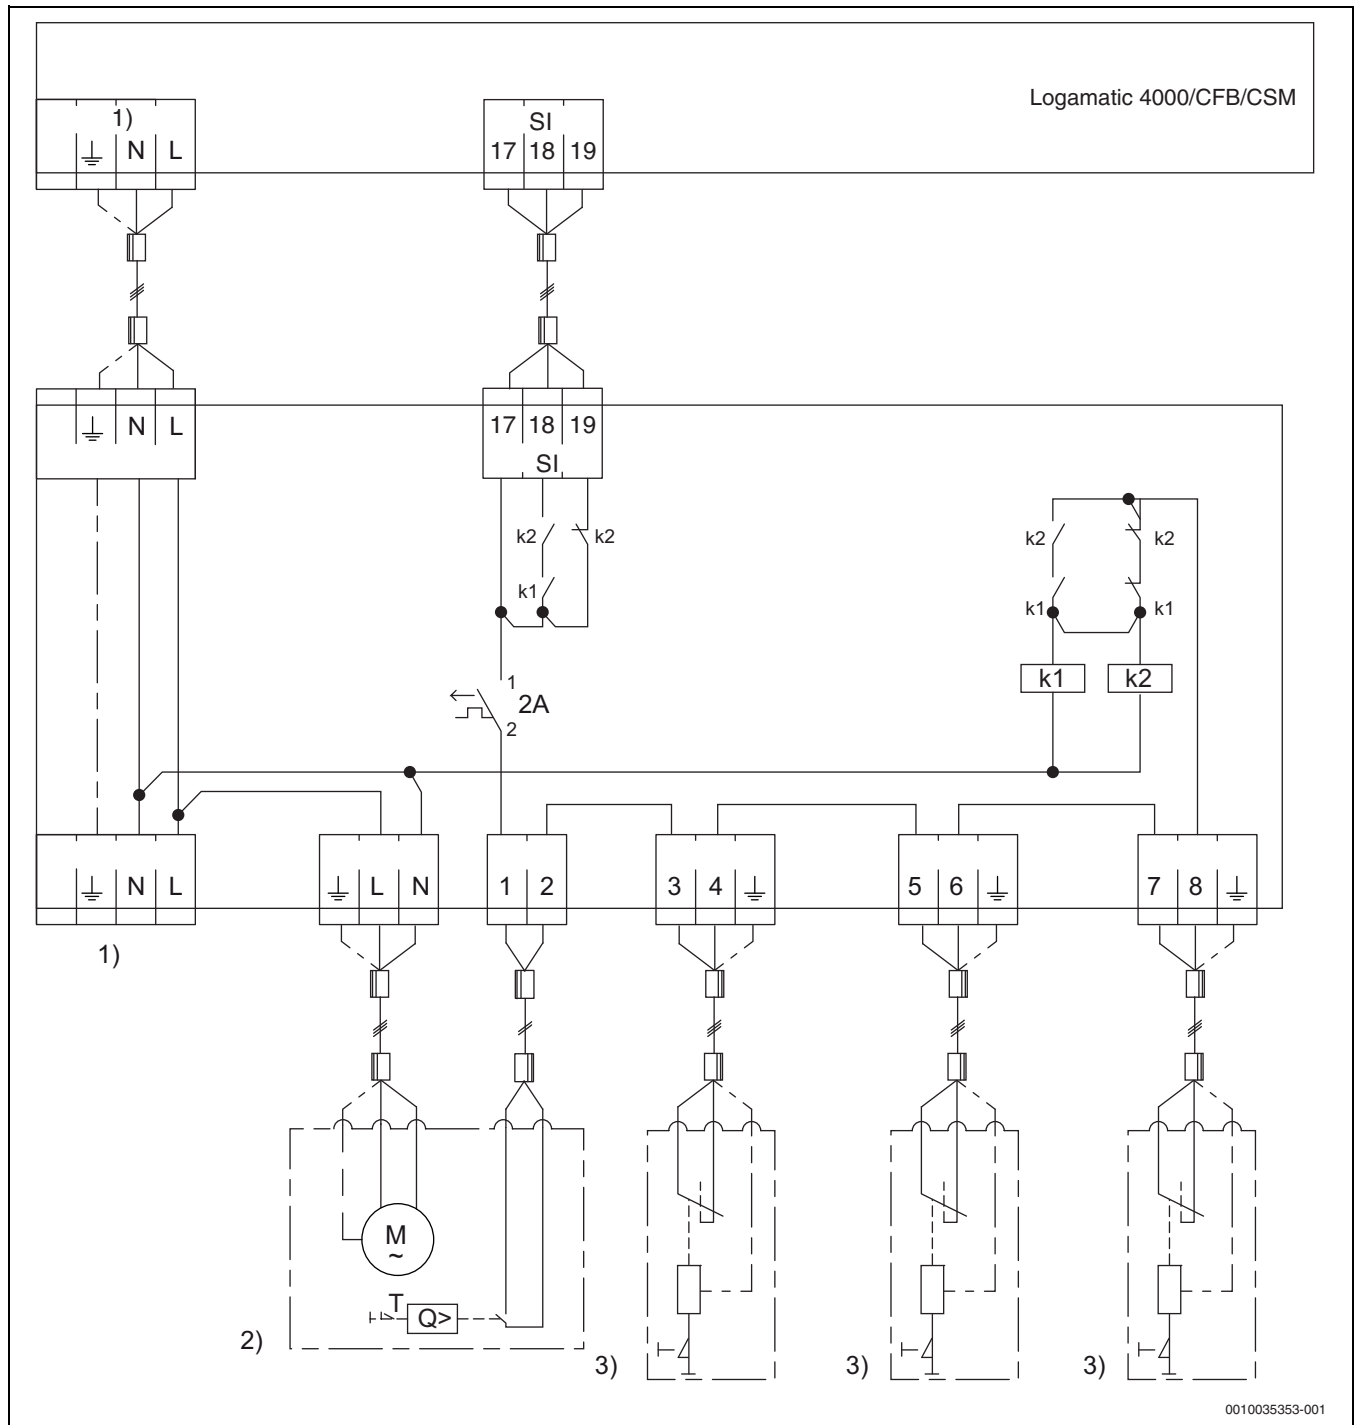

Bild 5 Externer Anschluss Neutralisationseinrichtung und Sicherheitseinrichtungen
- Sicherheitseinrichtungen entsprechend Bild 5, Seite 5 einbinden und dokumentieren.